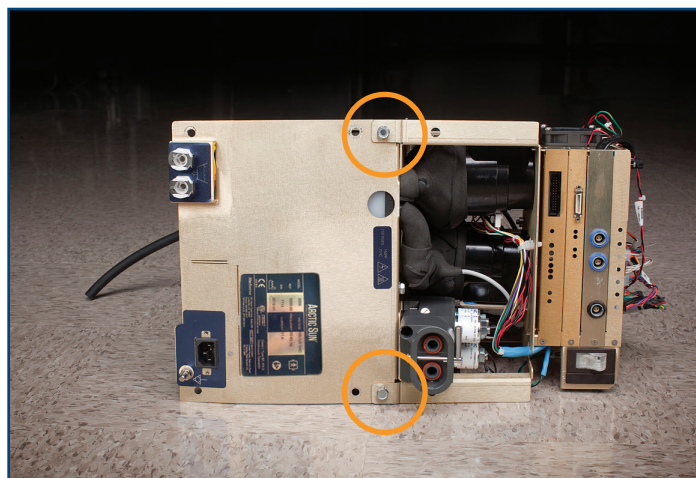
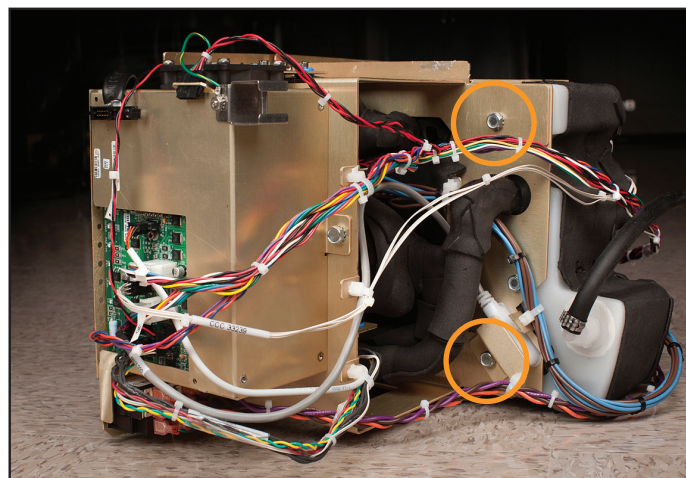

Abb. 8-24 Interne Komponenten vor dem Trennen in zwei Abschnitte (Vorderansicht)
Abb. 8-25 Interne Komponenten (Rückansicht); Kreise kennzeichnen zu entfernende Schrauben (Schritt 1)
1. Entfernen Sie die vier Schrauben wie nachfolgend dargestellt (siehe Abb. 8-24 und Abb. 8-25).